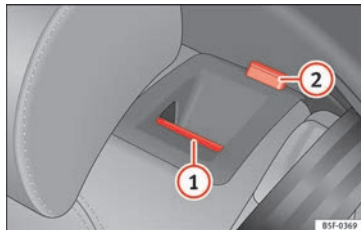

Abb. 152 Rückenlehne Rücksitz: Entriegelungstaster (1); rote Markierung (2).
- Entriegelungstaster » Abb. 152 (1) nach vorn ziehen und gleichzeitig die Rückenlehne umklappen.
- Die Rücksitzlehne ist entriegelt, wenn eine rote Markierung an der Taste (2) zu sehen ist. »
Die Rücksitzlehne ist entriegelt, wenn die rote Markierung des Tasters sichtbar ist »» **Abb. 152** ②.